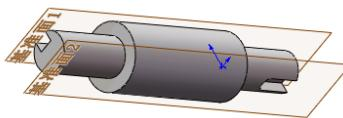
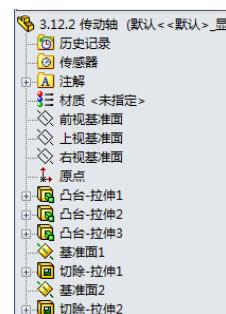

图 3-157 绘制的传动轴
图 3-158 传动轴的“FeatureManager 设计树”
**21** 绘制另一端的键槽。重复步骤 **12** ~ **19**，绘制另一端的键槽，键槽的大小与图3-156的键槽相同，结果如图3-157所示。传动轴绘制完毕，此时传动轴的“FeatureManager设计树”如图3-158所示。